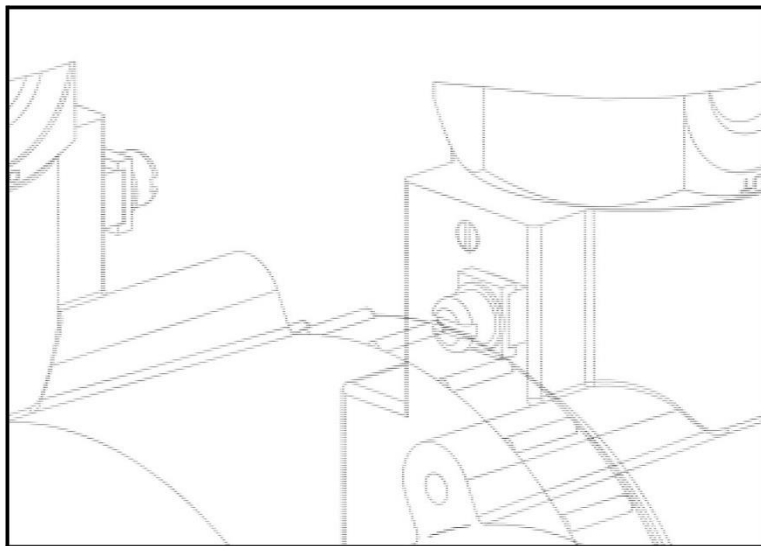

図 7: ディスプレイ付き DewPro MMY31
1. 保護キャップのねじを緩めて、DewPro から（上の図 7 に示すように）取り外し、ディスプレイモジュールを露出させます。これでボタン（V、H、+、-）へのアクセスが可能になります。